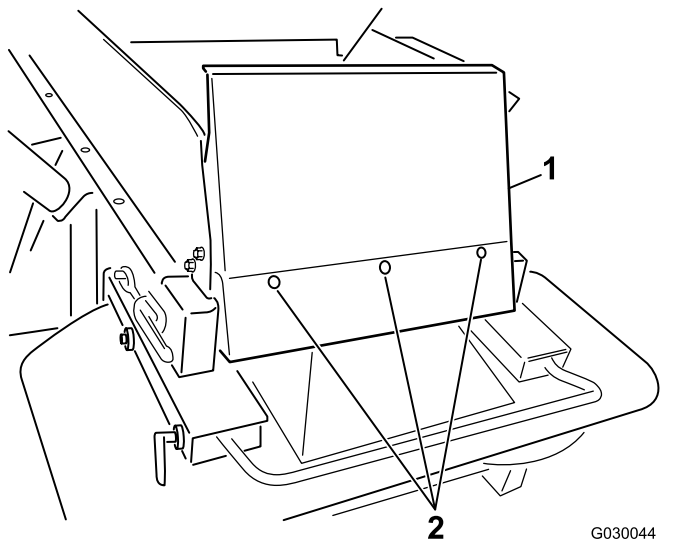

图7
6. 使用提供的圆头螺栓 ($\frac{1}{4} \times \frac{5}{8}$ 英寸) 和尼龙锁紧螺母安装料斗防护装置 (图7)。